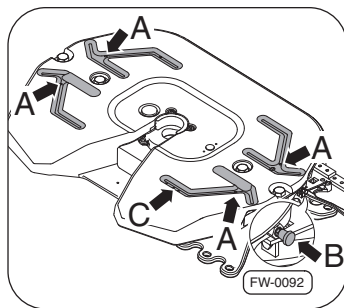

Fig. 20 · Raccords des points de lubrification de la sellette d'attelage SK-S 36.20
- Quatre raccords de points de graissage ⇒ Fig. 20, –pos. A– de plaque M8x1